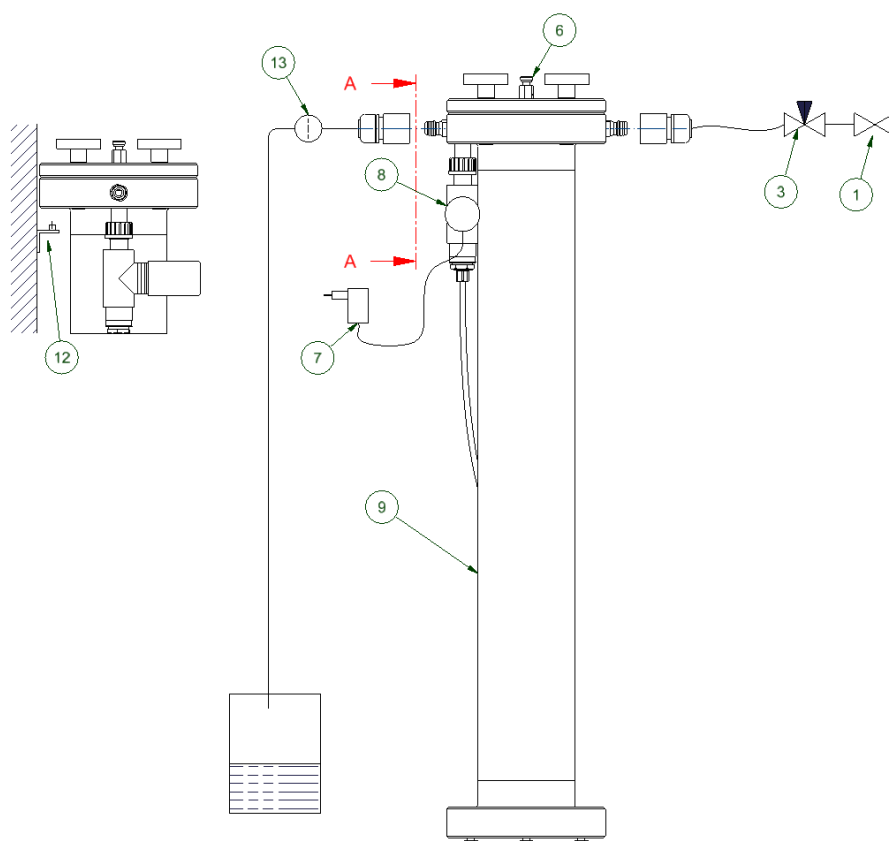

Figure 1 – installation en gravitaire
4. **N.B.** : dans certain cas, un re-largage limité et temporaire de particules de résines inférieures à 0,5 mm pourrait se produire. Si ce phénomène est gênant pour les appareils en aval, prévoir l'installation d'un filtre à la sortie de l'unité SILEX (fig. 1 pos 13)